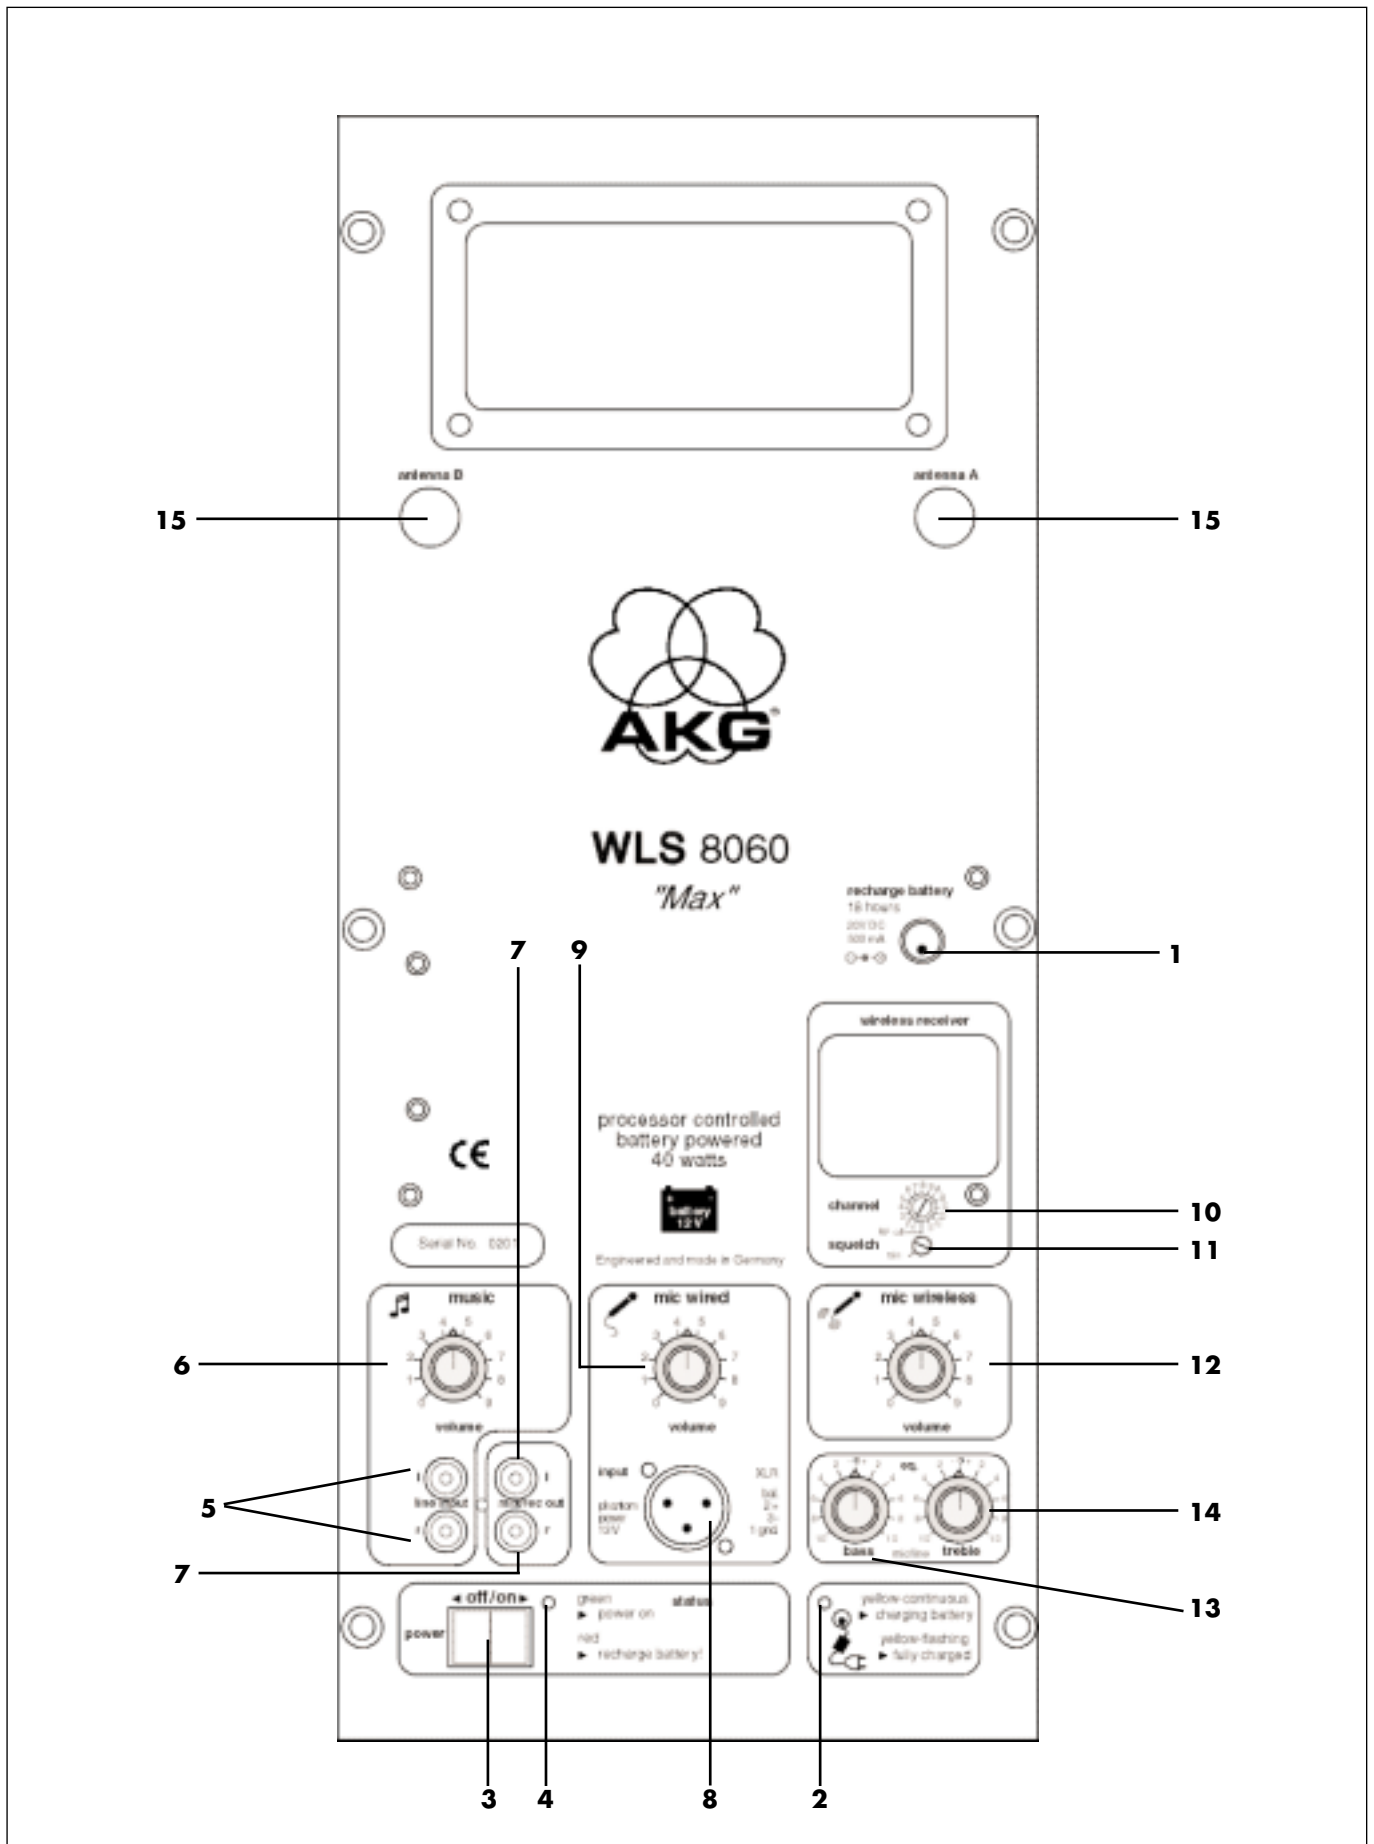

Abb. 1: Bedienelemente WLS 8060
Sämtliche Bedienelemente sowie Ein- und Ausgänge des WLS 8060 befinden sich an der Rückseite der Lautsprecherbox. Siehe Abb. 1 auf der nächsten Seite.
1. Stecken Sie das Versorgungskabel des mitgelieferten Netzteils an die RECHARGE BATTERY-Buchse (1) an der Rückseite des WLS 8060 an (Abb. 1).